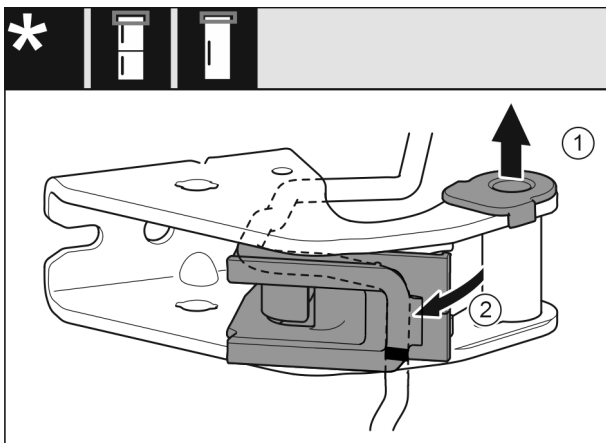

Fig. 26
- ▶ Lagerbussen uit de geleiding trekken. Fig. 26 (1)
- ▶ Kabelhouder naar buiten draaien. Fig. 26 (2)